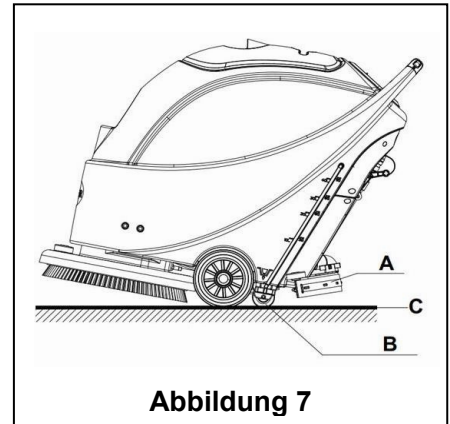

Abbildung 7
8. Lassen Sie den Sicherheitsschalter (1) los, um den Bürsten/Pad-Halter und das Magnetventil auszuschalten.
9. Drücken Sie den Vakuumpumpen-Schalter (39) auf die "O"-Position. Die Vakuumpumpe verzögert die Abschaltung für 5 Sekunden, bevor die Funktion eingestellt wird.
10. Drücken Sie den Kontrollschalter für die Wasserdurchflussmenge (40) auf die "O"-Position, um das Magnetventil vollständig auszuschalten.
11. Drücken Sie den Netzschalter (38) auf die "O"-Position. Und trennen Sie das Stromkabel (9) von der Stromversorgung.
12. Verwenden Sie den Hebegriff der Saugleiste (14), um den Abstreifer anzuheben.
13. Greifen Sie den Lenker (2) und kippen Sie vorsichtig das Gerät zurück, bis das Führungsrad (B) den Boden berührt. Siehe **Abbildung 7**